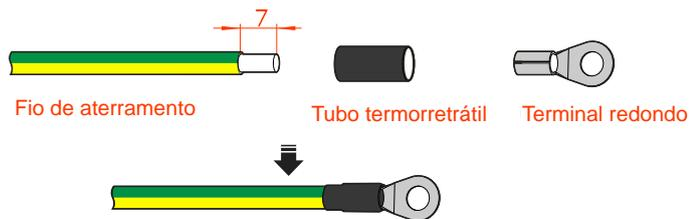

Figura 3-14 Diagrama do desencapamento do fio de aterramento externo (unidade: mm)
- Etapa 1 Retire aproximadamente 7 mm da camada de isolamento do cabo de aterramento, insira o cabo no terminal redondo e prenda-o com uma ferramenta de crimpagem, como mostrado na Figura 3-14.